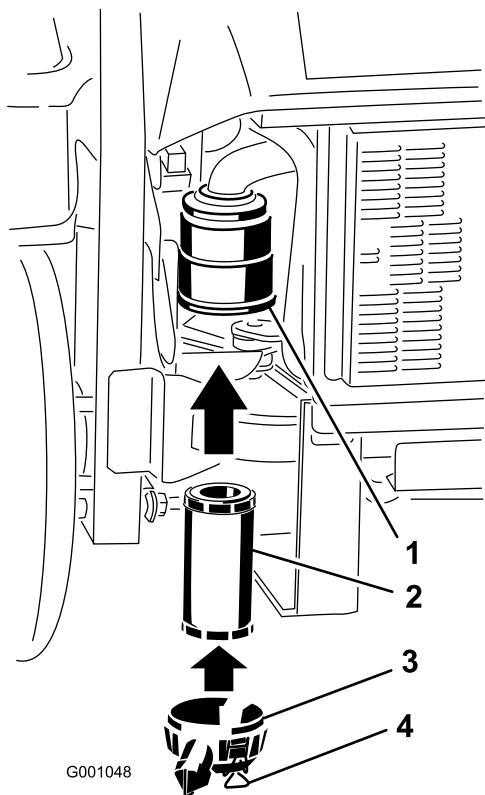

Figura 58
2. Inserite con cautela il filtro nel relativo corpo (Figura 58).
3. Montate il coperchio del filtro dell'aria e chiudete i fermi (Figura 58).